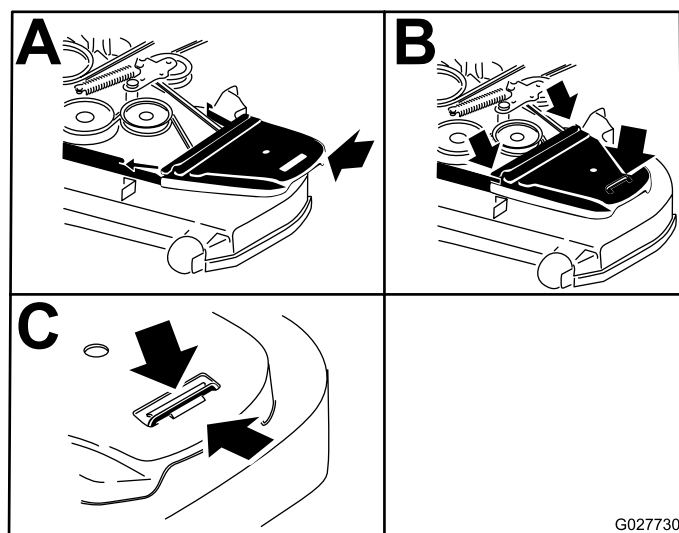

Figure 92
- Posez les protège-courroies (Figure 92).